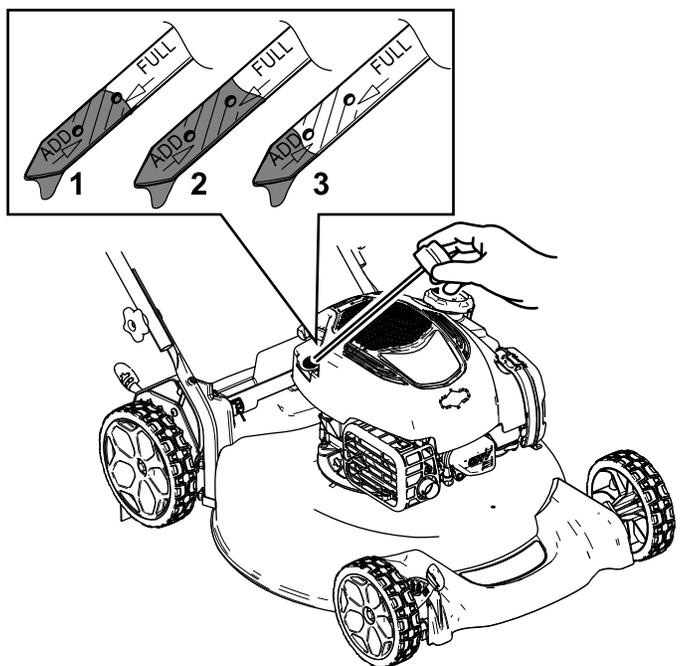

Рисунок 13
2. Извлеките масломерный щуп, повернув крышку против часовой стрелки и вытянув его (Рисунок 13).
5. Определите уровень масла по отметкам на щупе (Рисунок 13).
- Если уровень масла на щупе слишком низкий (Рисунок 13), осторожно залейте небольшое количество масла SAE 30 или SAE 10W-30 с моющими присадками в маслозаливную горловину, подождите 3 минуты и повторите операции с 3 по 5, чтобы довести масло до требуемого уровня на щупе. Информацию о типе масла см. в разделе Замена масла в двигателе \(страница 20\).
- Если уровень масла по щупу слишком высокий (Рисунок 13), слейте излишек масла, пока не будет достигнут правильный уровень по щупу; см. раздел Замена масла в двигателе \(страница 20\).